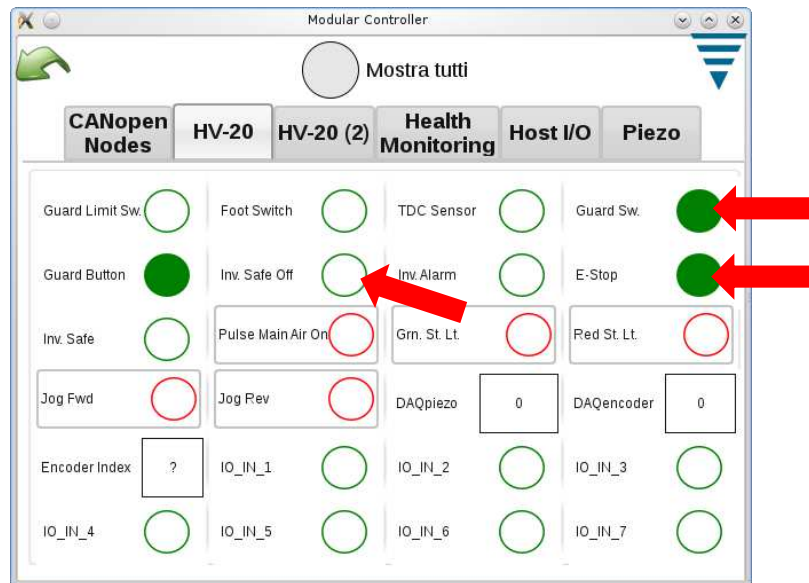

Figura 18
4. Nella schermata di Diagnostica, verificare che l'identificatore di input "Int. protezioni" sia ATTIVO ● (vedere Figura 18).
11. Verificare che l'identificatore di input "Arresto di emergenza" sia ATTIVO ● e che l'identificatore di input "Inv. Safe Off" sia DISATTIVO ○ (vedere Figura 18).